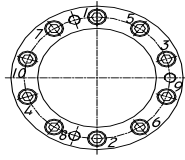

Fig. 30
3. Aperte gradualmente os parafusos conforme seqüência apresentada na Fig. 30. A seqüência de aperto é apresentada abaixo: